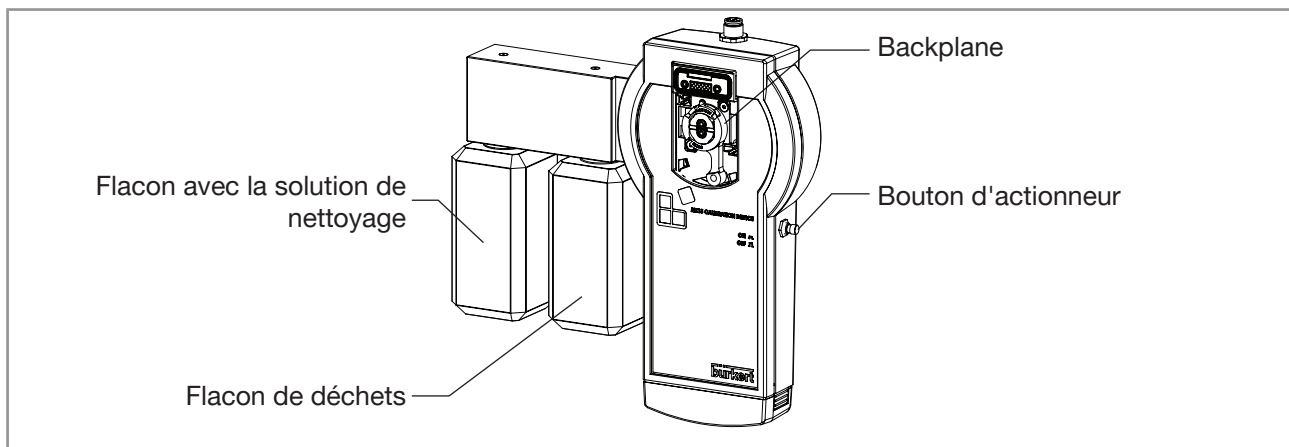

Fig. 22 : Outil manuel d'étalonnage et de nettoyage : position du flacon avec la solution de nettoyage
- Visser le flacon avec la solution de nettoyage sur le porte-flacon du type MZ15 comme indiqué dans Fig. 22